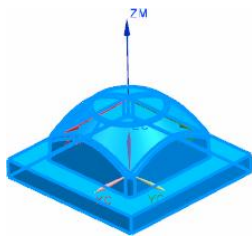

图 3.4 部件几何体
Step3. 在图形区中选择整个零件为部件几何体，如图 3.4 所示。在“部件几何体”对话框中单击 **确定** 按钮，完成部件几何体的创建，同时系统返回到“工件”对话框。